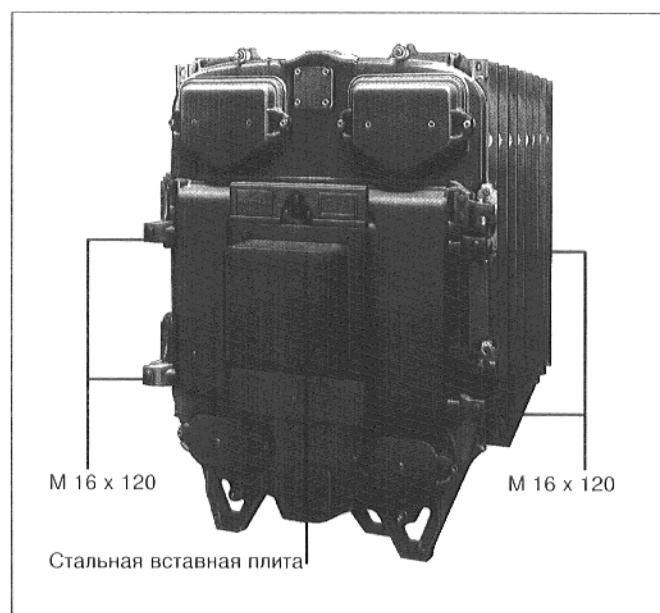

Рис. 28
- Закрыть дверцу горелки и закрепить винтами (4 x M 16 x 120) соответственно рис. 28. Винты затягиваются равномерно крест-накрест.
- Просверлить или вырезать автогеном в стальной вставной плате (рис. 28) отверстие диаметром соответствующим трубке горелки ( $\varnothing$  макс. 360 мм). Просверлить отверстия для крепления горелки, соответственно расположению отверстий фланца для монтажа горелки.